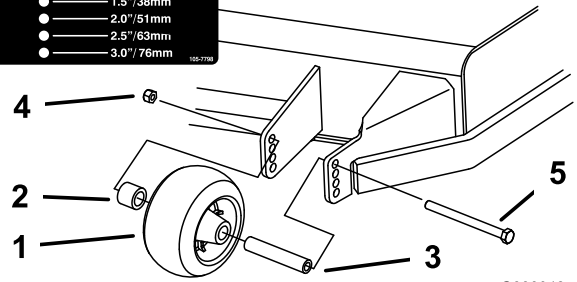
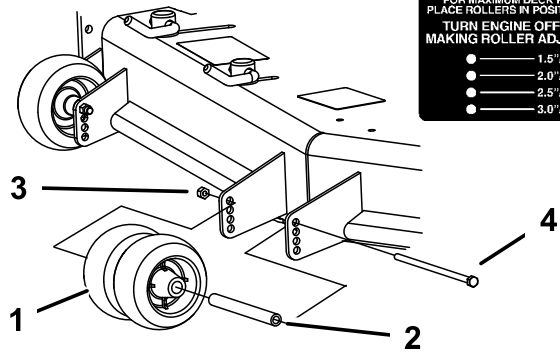
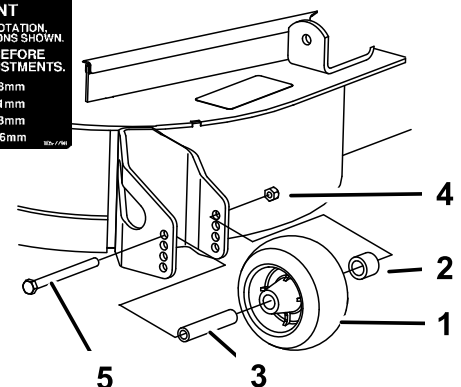

Figure 17
Figure 18
Figure 19
3. Après avoir réglé la hauteur de coupe, réglez les galets en retirant l'écrou à collerette, la bague, l'entretoise et le boulon (Figure 17, Figure 18 et Figure 19).
Remarque: Les deux galets centraux ne sont pas munis d'entretoise (Figure 18).
5. Posez l'écrou à collerette, la bague, l'entretoise et le boulon. Serrez à 54–61 Nm (40–45 pieds-livre) (Figure 17, Figure 18 et Figure 19).